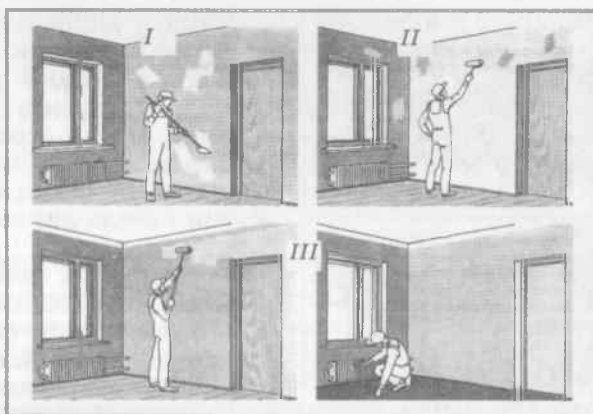

Рис. 74. Потоково-роз'єднаний метод виконання малярних робіт:
- *потоково-роз'єднаний*: ланка бригади спеціалізується на виконанні відповідних операцій (рис. 74)